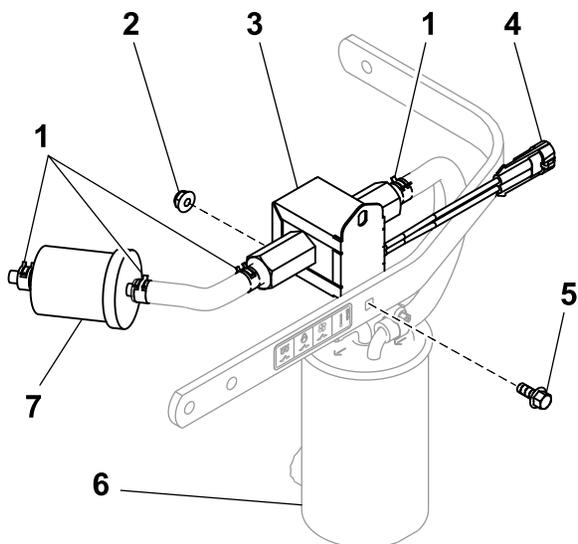
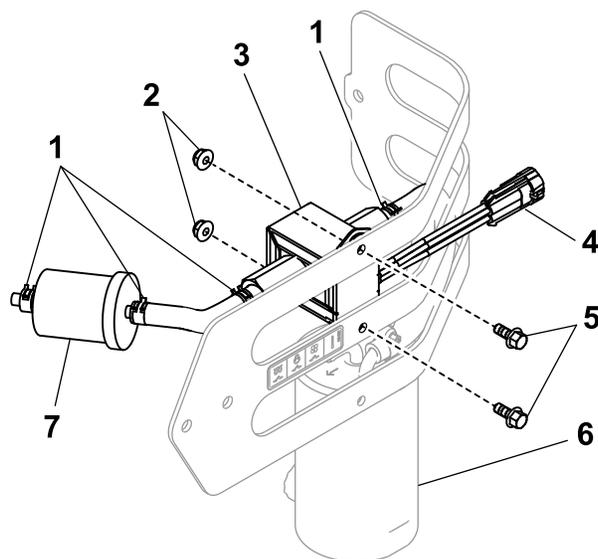

図 15
図 16
この手順では図 1、図 14、図 15、図 16を使用してください。
4. 米国外で使用されているマシンの場合、図 14 と図 16に示すように、ガードに直径 7.1 mm 9/32" の穴を開ける。
5. 米国内で使用されているマシンの場合、新しいポンプの下穴を使ってポンプを取り付けるボルト $\frac{1}{4} \times \frac{5}{8}$ "とロックナット $\frac{1}{4}$ "を使用する図 15を参照。国内マシンではボルトとナットそれぞれ1個のみ使用する。
6. 国外マシンでは、新しいポンプの両方の穴を使ってポンプを取り付け、ボルト $\frac{1}{4} \times \frac{5}{8}$ "2本とロックナット $\frac{1}{4}$ "2個を使用する図 16を参照。